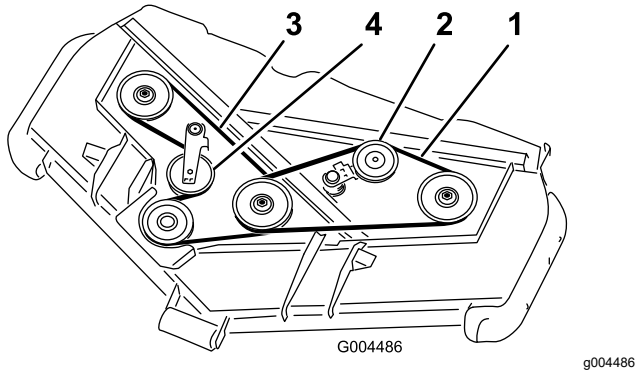

图 20
3. 使用呆套筒扳手或类似工具将顶部皮带的怠轮皮带轮图 20 移离顶部传动皮带以放松皮带的张紧力并让皮带滑离皮带轮。
4. 如图 20 所示绕着齿轮箱皮带轮、底部花键皮带轮和怠轮皮带轮组件摆放新皮带。
5. 如图 20 所示绕着顶部花键皮带轮和怠轮皮带轮组件摆放新皮带。